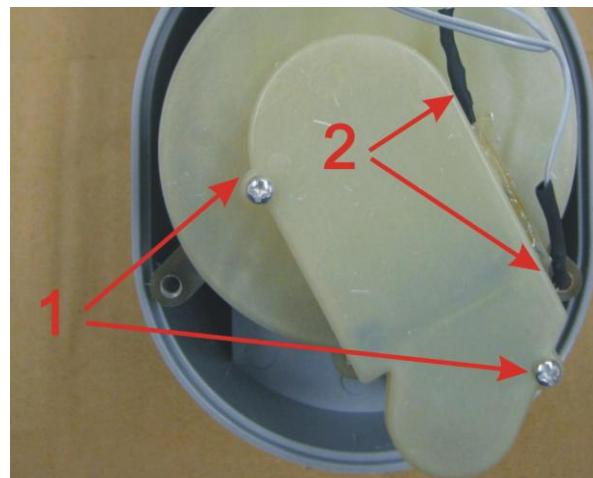
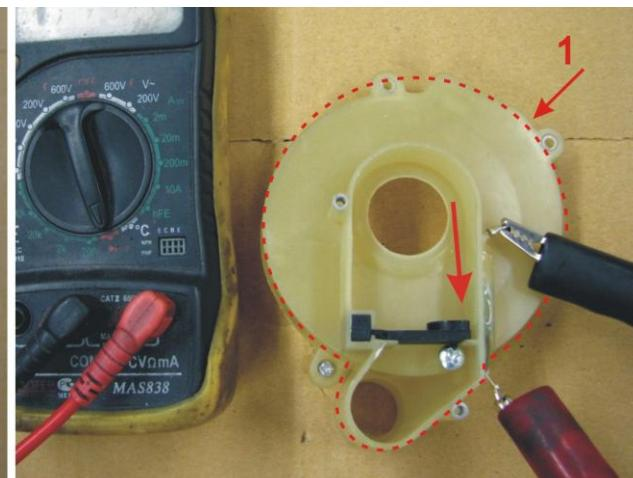
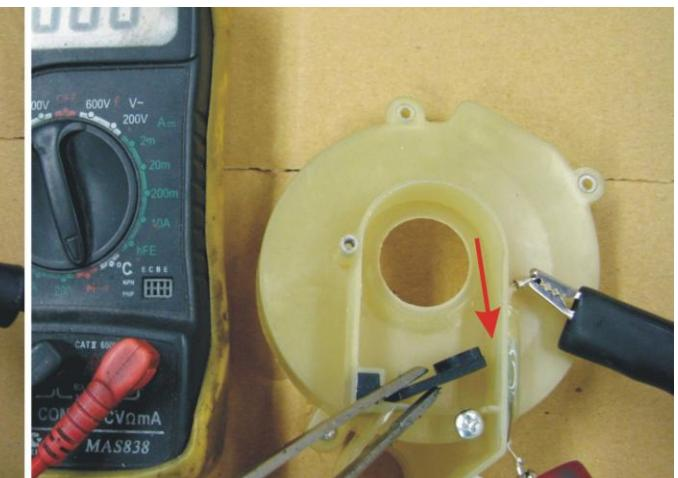

Рис. 14
Рис. 15
Рис. 16
Для проверки необходимо снять небольшую крышку с корпуса первой ступени отвинтив два самореза (Рис. 14, поз. 1). Подключить тестер в режиме «прозвонка» (измерение сопротивления со звуковым сигналом) к контактам геркона (Рис. 14, поз. 2), при закрытой шторке первой ступени (Рис. 15) геркон должен быть разомкнут, при открытии шторки (Рис. 16), геркон должен замкнуть эл.цепь.
Если геркон не реагирует (не размыкает эл.цепь) на перемещение шторки, заменить корпус первой ступени (Рис. 15, поз. 1) в сборе с герконом.
Магнитная шторка должна двигаться свободно в пределах примерно 45° . После ее открытия (Рис. 16) она должна свободно, самостоятельно возвращаться на место.
- Если шторка и геркон в норме. Необходимо, предварительно прогрев феном до прозрачности клей, которым приклеен геркон, сдвинуть геркон по направлению стрелки (рис. 16) примерно на 1,5 мм (до упора). Или заменить геркон вместе с крышкой (запчасть R990001).